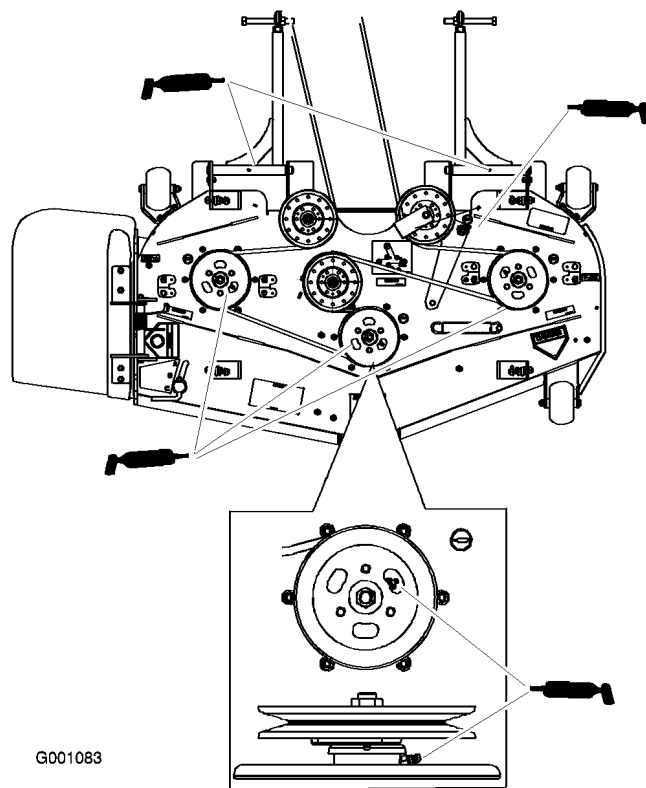

Figura 36
4. Ingrassate i tre cuscinetti dell'albero, sotto le pulegge, finché il grasso non fuoriesce dalle guarnizioni inferiori (Figura 36).
5. Ingrassate il braccio di rinvio sul piatto di taglio (Figura 36).
6. Ingrassate i raccordi sui bracci di spinta (Figura 36).